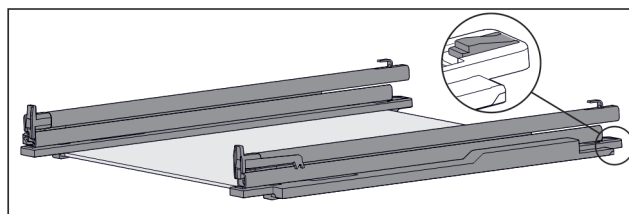

Fig. 116 Steklena plošča z vodili in držalnimi deli
- ▶ Držalni del na zadnji strani potisnite navzdol (glejte Fig. 116) in hkrati vodilo potisnite proti zadnji strani.